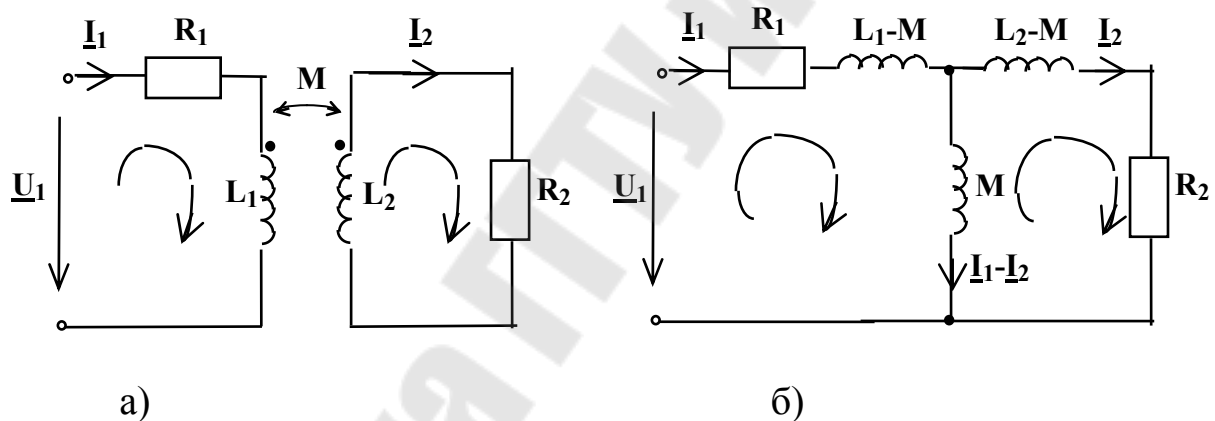
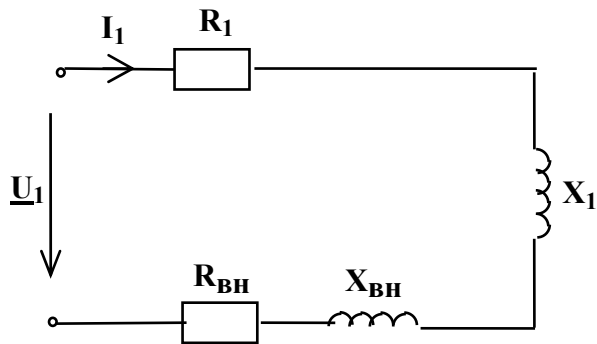

Рис.8.2
Рис.8.3
для схемы рис.8.2,а
для схемы рис.8.2,б
Эквивалентная схема системы представлена на рис.8.3.
3. Рассчитать вносимые сопротивления для схемы рис.8.2,а по формулам (8.9). Собрать электрическую цепь (рис.8.3) с учетом $R_{вн}$ и $X_{вн}$ и измерить ток I_1 . Сравнить его с током I_1 , измерив его в схеме рис.8.2. Сопоставить результаты измерения и сделать вывод.